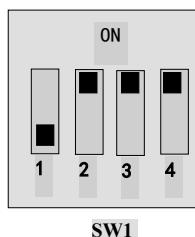
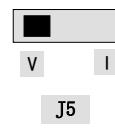

图 4-5
图 4-6
- (6) 对于 E800 系列 37kW 及以上功率变频器控制端子排附近有一个四位黑色拨码开关 SW1, 如图 4-5 所示。拨码开关选择模拟量输入端子 A11、A12 输入范围 (0~5V/0~10V/0~20mA)；通过 F203 选择输入通道，通过 F438、F439 设置输入信号类型为电压信号还是电流信号。出厂时拨码开关的位置如图 4-5, 即 A11 为 0~10V 输入, A12 为 0~20mA 输入；其它拨码开关的位置与调速方式详见下表 4-3。
- (7) 闭合 D13 开关, 电机开始正向运转；
- (8) 在运行中, 可调节设定电位器, 修改变频器当前设定频率；
- (9) 在运行中, 断开 D13 开关, 再闭合 D14 开关, 电机运行方向改变；
- (10) 断开 D13 开关和 D14 开关, 电机减速, 直到停止运行；
- (11) 断开空气开关, 变频器断电。
- (12) E800 有两路模拟量输出端子 A01、A02, A02 端子只可以输出电流信号；A01 端子既可以输出电压信号也可以输出电流信号, 电压电流输出选择开关是 J5, 见图 4-6, A01 输出关系如表 4-4.